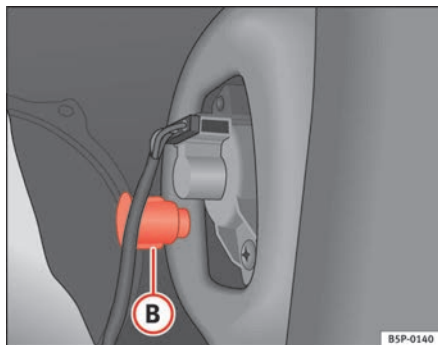

Fig. 191 Luci di posizione/arresto
- Svitare la parte in plastica ⇒ fig. 191 **(B)** che fissa l'indicatore. Per iniziare a girare, eventualmente aiutarsi inserendo il cacciavite nella parte.